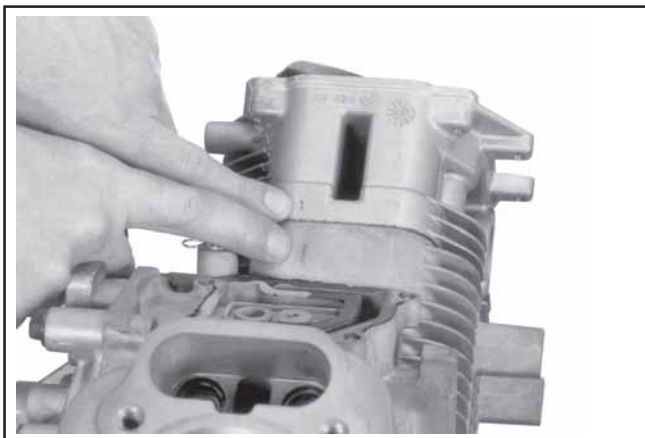

Figure 11-32. Correspondance des numéros de la culasse et du corps du cylindre.
**REMARQUE !** Les poussoirs hydrauliques doivent toujours être positionnés de la même manière qu'au démontage. Les poussoirs d'échappement sont situés sur le côté de l'arbre de sortie (carter inférieur) alors que les poussoirs d'admission sont situés du côté du ventilateur du moteur. Le numéro de la culasse est indiqué sur chaque culasse. Voir la Figure 11-32.
**REMARQUE !** Les numéros moulés sur les culasses et le carter du moteur doivent correspondre. Voir la Figure 11-32.
5. Installer la culasse. Les numéros moulés sur les culasses et le carter du moteur doivent correspondre. Voir la Figure 11-32. Vérifier que la culasse est plate sur le joint et les broches de guidage.